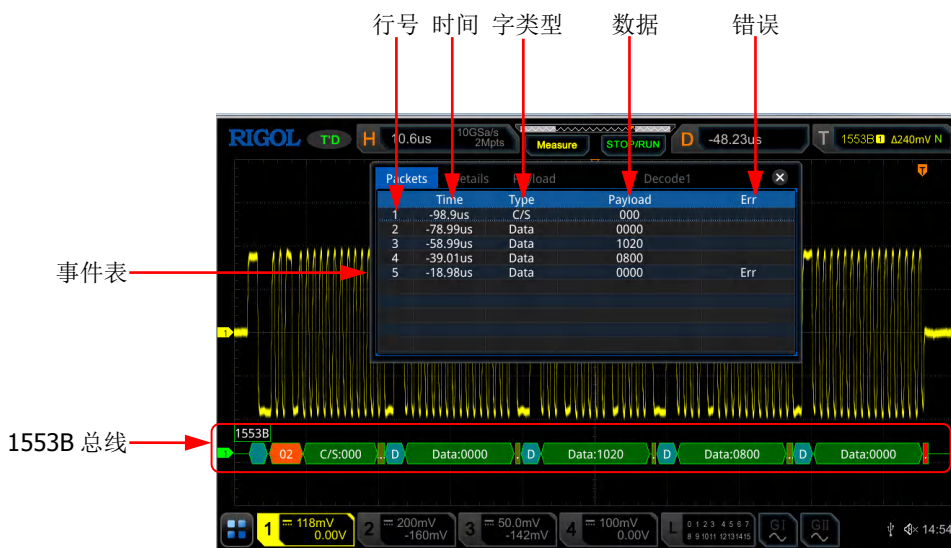

图 11-15 1553B 解码事件表
- 打开或关闭事件表：连续按 **事件表** 键，打开或关闭事件表显示。打开事件表，屏幕弹出如图 11-15 所示的事件表。您也可以使用触摸屏功能触摸事件表右上方的图标 **✕** 关闭事件表功能。另外，当运行状态为“STOP”时，您还可以旋转多功能旋钮 **↻** 选择指定行并查看相应的解码信息。